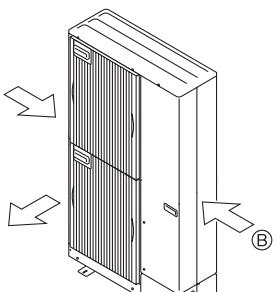

Fig. 2-5
- ③ Εγκαταστήστε τη μονάδα με τρόπο ώστε ο αέρας που βγαίνει από το στόμιο εξαγωγής να φυσά κάθετα σε σχέση με την κατεύθυνση του ανέμου, εάν αυτό είναι δυνατό. (Fig. 2-5)
- ④ Οδηγός αέρα
- ⑤ Εγκαταστήστε τη μονάδα με τρόπο ώστε ο αέρας που βγαίνει από το στόμιο εξαγωγής να φυσά κάθετα σε σχέση με την κατεύθυνση του ανέμου
- ⑥ Κατεύθυνση ανέμου